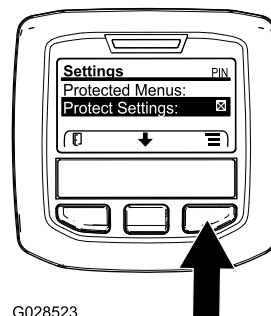

図 47
1. 保護メニューにアクセスし、サブメニューのロックを解除する 図 47 アクセス制限付きメニューへのアクセス \(ページ 28\)を参照。